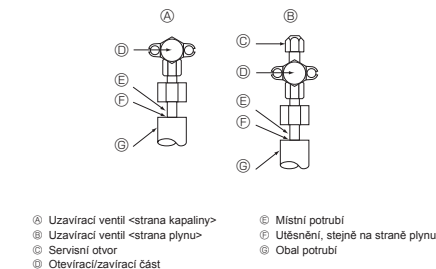

Fig. 5-4
5.4. Způsob testování vzduchotěsnosti potrubí chladicí kapalinou (Fig. 5-4)
- Zajistěte, aby uzavírací ventily ① a ② byly zavřené, a neotevírejte je.
- Zvyšte tlak v potrubí chladicího média prostřednictvím servisního otvoru ③ u plynového uzavíracího ventilu ②.
- Pokud v krocích (2) nebo (3) dojde ke snížení tlaku, znamená to, že dochází k úniku plynu. Vyhledejte zdroj úniku plynu.